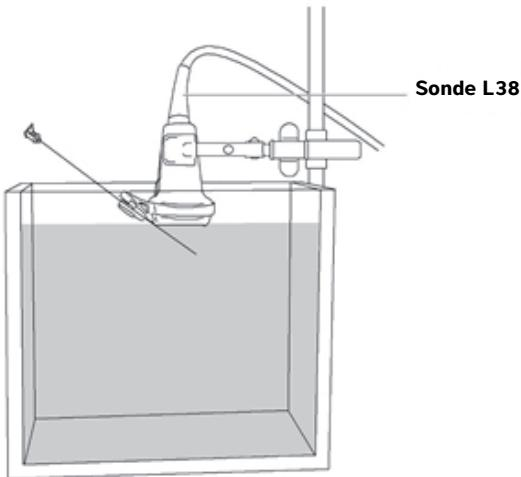

Figure 2 Sonde L38 avec aiguille dans le liquide de test
- ▶ Un réservoir rempli de liquide de test (de type All World Scientific, code 3480) ou d'eau distillée. Voir Figure 2, « Sonde L38 avec aiguille dans le liquide de test », page 56.
- 7 Faire descendre l'aiguille progressivement dans le réservoir de liquide de test ou d'eau distillée jusqu'à ce que l'image de l'aiguille apparaisse sur l'écran de l'échographe (voir Figure 2, « Sonde L38 avec aiguille dans le liquide de test », page 56).